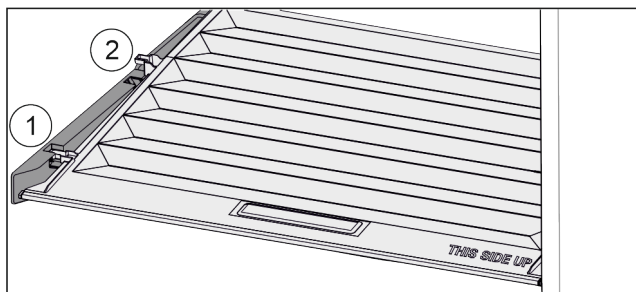

Fig. 124
- ▶ Pokrywę pociągnąć do przodu Fig. 124 (1), aż otworzy się w elementach trzymających.
- ▶ Podnieść tył od dołu i w wyjąć Fig. 124 (2) go do góry.